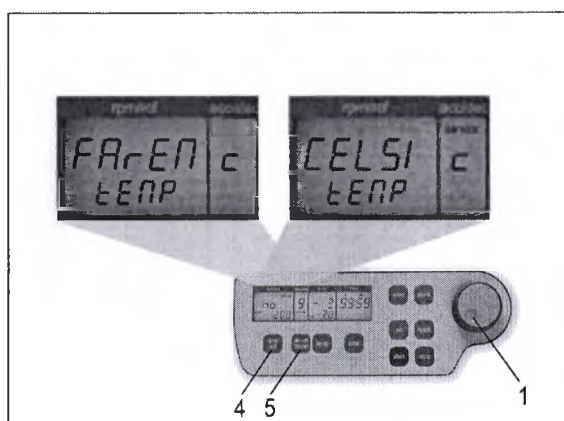

Рисунок 4
Действуйте как описано в п. 1.8.2, чтобы войти в программный режим, и затем нажмите кнопку «accel/decel» [ускорение/замедление] (5). На дисплее «accel/decel» [ускорение/замедление] (A-2) появится слово «service» [обслуживание]. Теперь выберите букву "C" с помощью верньера (1). В результате на дисплее «rpm/rcf» [об/мин / центробежное ускорение] (A-1) появятся слова «CELSI/temp» [по Цельсию/температура]. При нажатии кнопки «rpm/rcf» [об/мин / центробежное ускорение] (4) слово «CELSI» [по Цельсию] мигает, и Вы можете изменить отображение в градусах по Фаренгейту «FAREN» с помощью верньера (1) (см. рисунок 4).